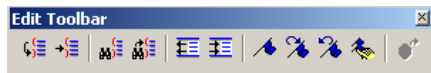

图 5.9 Edit 工具栏
(3) Edit Toolbar，提供了一些常用的查找和设置标签命令，如图 5.9 所示。